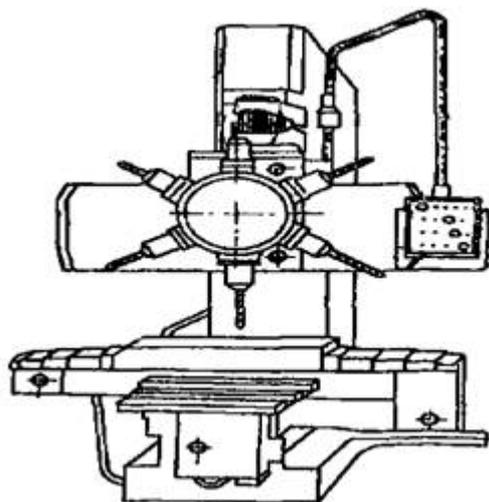

Рис.1 - Вертикально-сверлильный станок с ЧПУ 2Р135Ф2
2. Перечислить основные узлы вертикально-сверлильного станка 2Р135Ф2 (см. рис. 1)